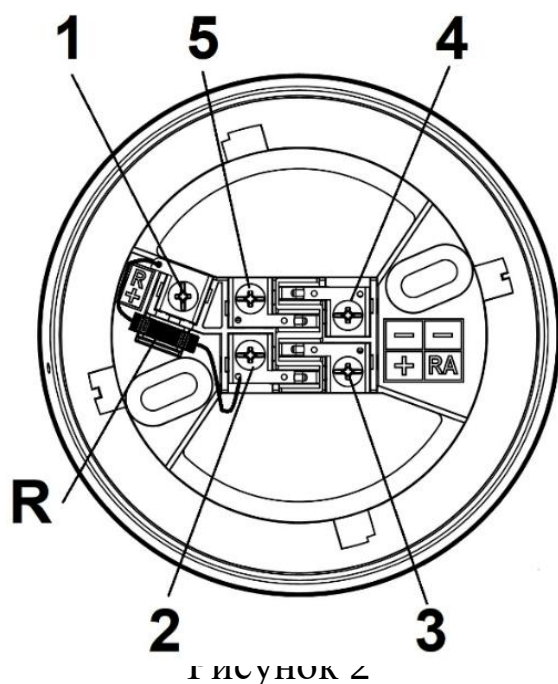

Рисунок 2
3.2 Назначение контактов и схема подключения базы приведена на Рис. 2.